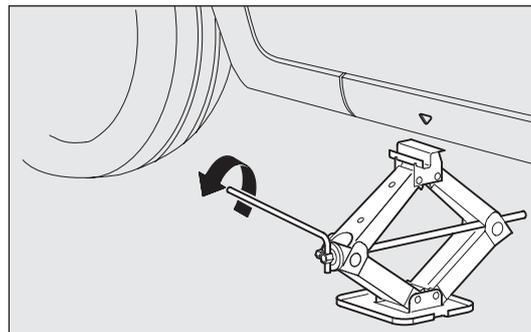
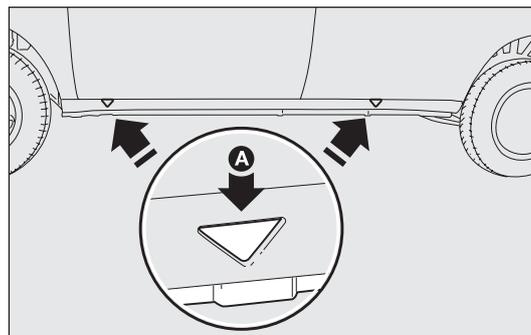

fig. 135
fig. 136
- azionare il cric usando la manopola (sfilare la manovella dalla clip e dal foro sul dado) in modo da aprirlo parzialmente fig. 135, quindi posizionarlo sotto il veicolo in corrispondenza dei riferimenti A-fig. 136 vicino alla ruota da sostituire.